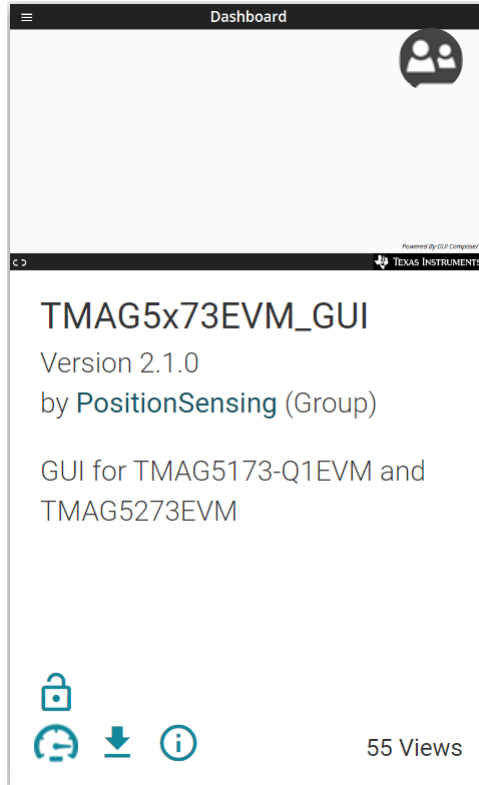

图 4-4. GUI Composer 应用程序窗口
3. 单击图 4-4 中所示的 GUI Composer 应用窗口，从网络浏览器启动 GUI。
4. 单击图 4-4 中所示的 *GUI Composer* 窗口中的  图标，离线下载 GUI (可选)。